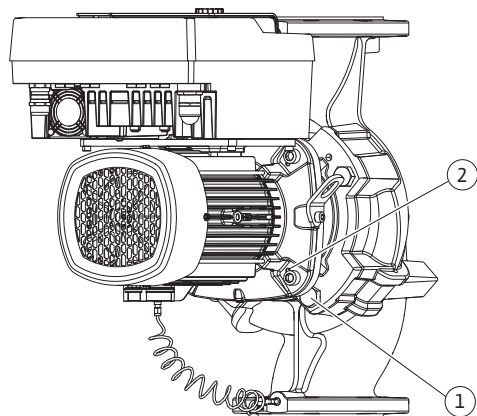

Fig. 99: Fissaggio opzionale del set di innesto
10. Allentare e rimuovere le viti (Fig. I/III, pos. 10). A seconda del tipo di pompa, utilizzare le viti esterne (Fig. 99, pos. 1). Il set di innesto dopo la rimozione delle viti rimane saldamente alloggiato nel corpo pompa. Anche in caso di posizione orizzontale dell'albero del motore, non sussiste pericolo di ribaltamento.
12. Estrarre il set di innesto dal corpo pompa. Utilizzare a tale scopo i due fori filettati (Fig. 99, pos. 1).
16. Allentare i dadi di fissaggio della girante (Fig. I, pos. 22). Rimuovere la rondella elastica sottostante (Fig. III, pos. 23) ed estrarre la girante (Fig. I, pos. 21) dall'albero della pompa. Smontare la chiavetta (Fig. III, pos. 37).
17. A seconda del tipo di pompa, allentare le viti (Fig. I, pos. 10) o in alternativa le viti (Fig. 99, pos. 2), (Fig. II, pos. 10b) o Fig. III, pos. 10a.
18. Allentare la lanterna dal centraggio motore mediante un estrattore a due bracci (estrattore universale) e staccarla dall'albero. Durante questa operazione, viene rimossa la tenuta meccanica (Fig. I, pos. 25) e l'anello distanziatore (Fig. I, pos. 20). Evitare di inclinare la lanterna.
19. Spingere l'anello contrapposto (Fig. I, pos. 26) della tenuta meccanica fuori dalla sua sede nella lanterna.